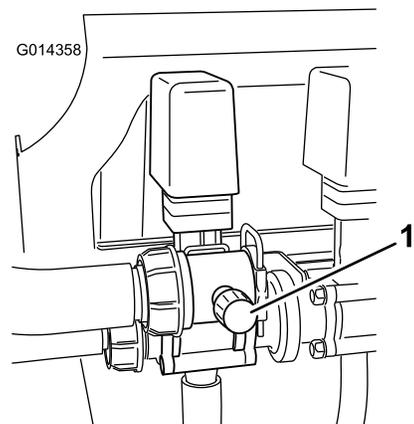

图 18
9. 调整搅拌阀背面的搅拌旁通阀 (图 18)、直至压力表上的读数为 100 PSI。